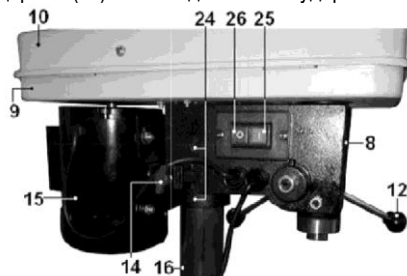

Рис.4.
- 9.7. Акуратно встановіть на колону (16) шпindelну головку верстата (8), Рис.2,4, попередньо послабивши гвинти фіксації (24) , Рис.4.
- Повертаючи шпindelну головку (8) на колоні (16), Рис.2,4, переконайтеся, що вона «сіла» до упору. Затягніть гвинти фіксації (24), Рис.4 .
- 9.8. Встановіть ручки подачі (12). Переконайтеся, що шпindel подається цими ручками на всю глибину і легко повертається у вихідне положення.
10.3. Верстат оснащений магнітним пускачем, що запобігає мимовільному увімкненні після відключення живлення. Увімкнення верстата проводиться натисканням на зелену кнопку (25). Відключення верстата проводиться натисканням на червону кнопку (26), Рис.4,5.
10.6. При відкритті верхньої кришки (10) нижнього кожуха ремінної передачі (9), Рис.7, верстат повинен відключитися. Повторне включення верстата можливо після закриття верхньої кришки (10) нижнього кожуха ремінної передачі (9), Рис.7 і вторинного натискання на зелену кнопку (25), Рис.4,5, (Див. п. 10.3.)
- тріщини металоконструкції шпindel'ної головки (17), Рис. 4;